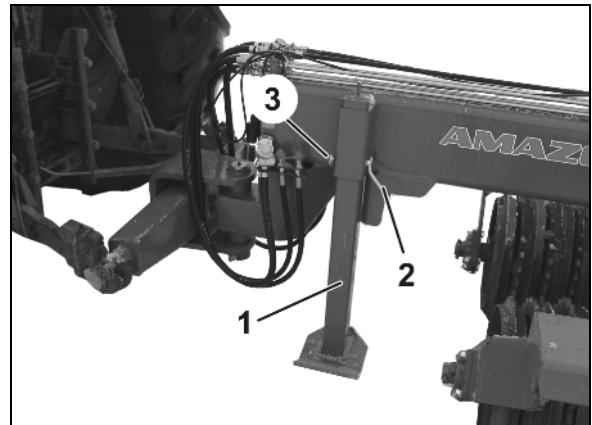

Рис. 24
- При отцепленном агрегате опора опущена (Рис. 24/1).
Поднятие / опускание опоры (Рис. 24/1):
1. Ослабьте пружинный зажим (Рис. 24/3).
2. Вытяните штырь (Рис. 24/2).